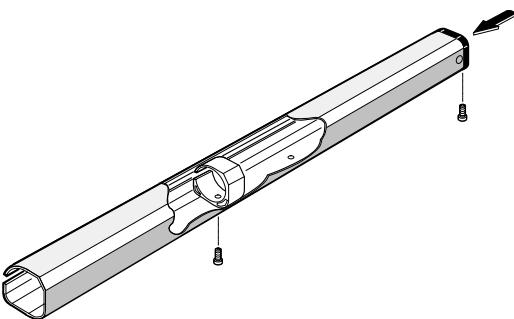
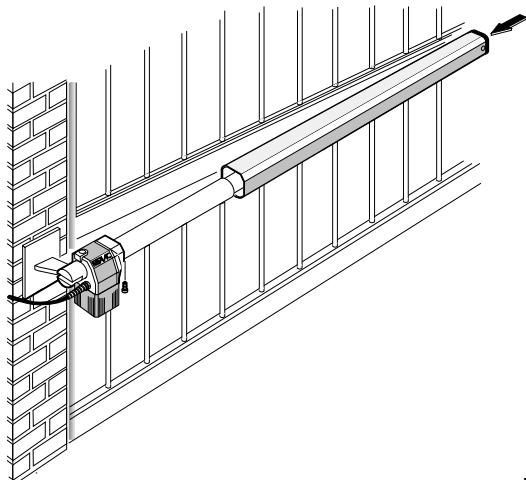

Fig. 8
Fig. 9
- (1) E' consigliabile ingrassare tutti i perni di fissaggio degli attacchi.
- (2) Nel caso non sia possibile eseguire saldature, le piastre degli attacchi anteriore e posteriore sono predisposte per un'eventuale fissaggio tramite viti e tasselli.
- 12) Predisporre il carter di protezione (fig. 8) ed applicarlo sull'operatore come da fig. 9.
**Nota bene:** Fissare il collare di guida del carter sul foro più lontano dal tappo di chiusura (fig. 8).